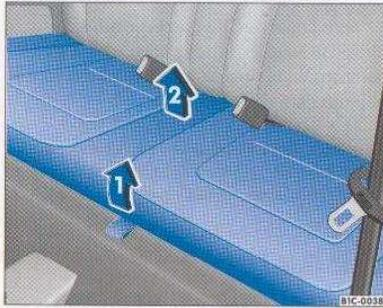

Fig. 40 Abatir el asiento trasero
- Levante un poco el cojín ⇒ fig. 40 flecha ① y tire de él hacia delante hasta el tope.
- Levante la parte posterior del cojín ⇒ fig. 40 flecha ②.